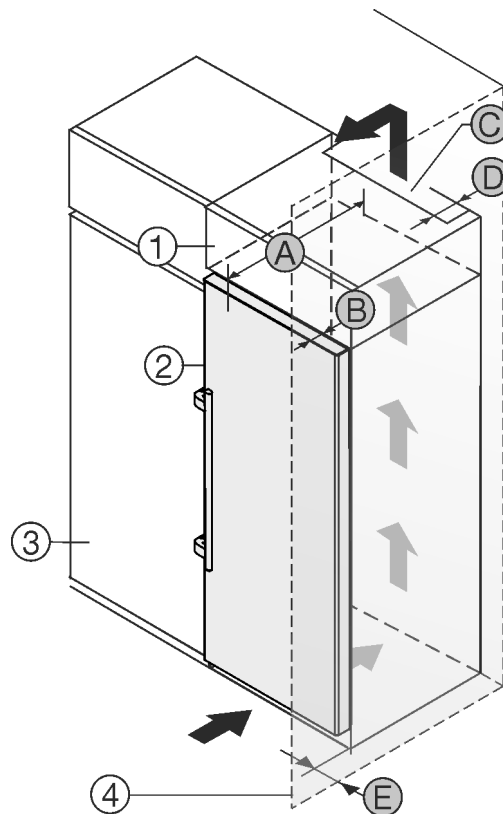

Fig. 24
Přístroj lze zabudovat do kuchyňských skříní. K vyrovnání přístroje *Fig. 24 (2)* na výšku kuchyňské linky lze na přístroj nasadit nástavec *Fig. 24 (1)*.
Přístroj lze instalovat přímo vedle kuchyňské skřínky *Fig. 24 (3)*. Aby bylo možné dvířka plně otevřít, musí přístroj přesahovat o hloubku *Fig. 24 (B)* vůči přední linii kuchyňské skřínky. V závislosti na hloubce kuchyňských linek a použití vymezočů odstup od stěny může přístroj vyčnívat dále.
- Na zadní straně nastavné skřínky musí být větrací šachta hluboká *Fig. 24 (D)* přes celou šířku nastavné skřínky.
- Pod stropem místnosti musí být dodržen ventilační průřez *Fig. 24 (C)*.
Pokud je přístroj se závěsy instalován vedle stěny *Fig. 24 (4)*, musí být dodržena vzdálenost *Fig. 24 (E)* mezi přístrojem a stěnou. To odpovídá přesahu madla při otevřených dveřích.